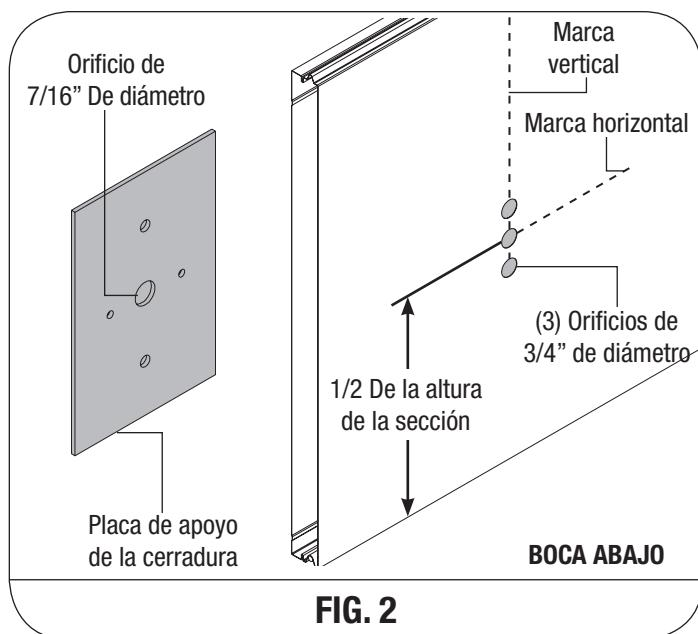

FIG. 2
EN LAS PUERTAS DE LAS 9800/9700/8300/8500/8700 Y DE MADERA, (VER FIG. 2): Coloque la sección de la cerradura boca arriba sobre (2) caballetes acolchados para una puerta simple o (3) caballetes acolchados para una puerta doble. Localice el centro del montante central, mida la distancia desde el extremo de la sección al centro del montante central. Voltee la sección boca abajo, transfiera la medición y marque una línea vertical suave, después marque una línea horizontal en la mitad de la altura de la sección. Alinee el orificio de $7/16"$ de diámetro ubicado en la placa de apoyo de la cerradura con el punto de intersección de las marcas horizontal y vertical, use la placa de apoyo de la cerradura como plantilla para marcar los (3) orificios, quite la placa de apoyo de la cerradura y taladre (3) orificios de $3/4"$ de diámetro a través de la sección.